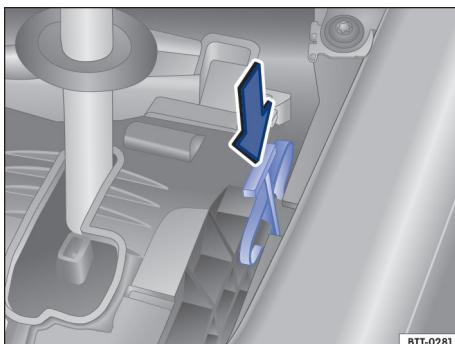

Fig. 112 Destrar emergencialmente o bloqueio da alavanca seletora (variante 2).
- **OU:** pressionar a alavanca de destravamento no sentido da seta → Fig. 112 e manter nesta posição (variante 2).